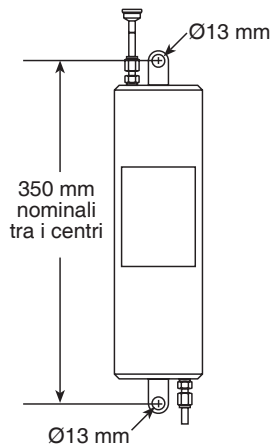

Fig. 3
- Il refrigeratore del campione deve essere montato verticalmente, usando le squadrette di montaggio preforate in alto e in basso (vedere la Fig. 3).